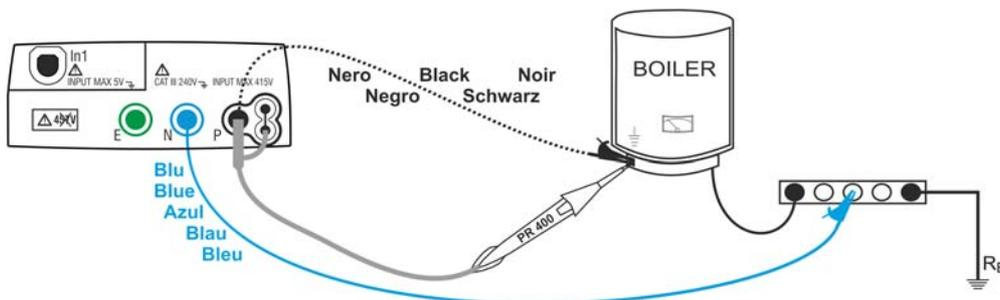

Fig. 6: Prueba de continuidad a través de los cables por separado y punta remota
7. Conecte los cocodrilos y/o las puntas y/o la punta remota al conductor en examen en acuerdo a la Fig. 6.